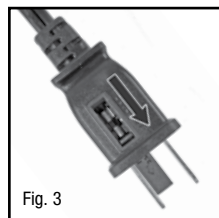

Fig. 3
- Pour accéder au fusible grillé, faites coulisser le volet qui se trouve sur le côté de la fiche. Faites glisser le volet vers l'extérieur jusqu'à ce que le fusible grillé soit totalement visible (fig. 3).
- Faites concorder les 3 trous de vis de la partie inférieure du piédestal et les 3 trous du socle, en veillant à ce que la rainure du cordon d'alimentation soit à l'arrière (fig. 3).